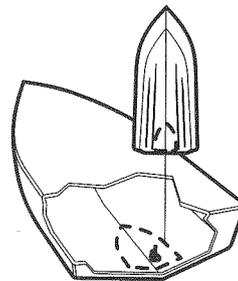

Figure 29
- En règle générale, plus votre bateau est rapide, plus vous devrez placer le transducteur vers l'arrière et près de la ligne d'axe centrale de la coque afin que le transducteur demeure immergé dans l'eau à haute vitesse (Figure 29).